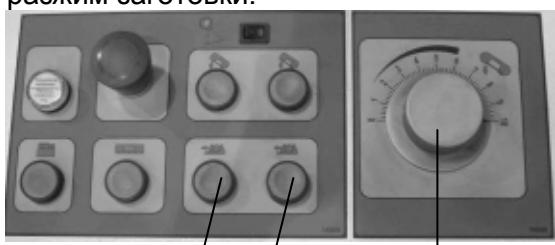

Рис.19 А В С
Пильная рама поднимается и опускается с помощью гидроцилиндра. Скорость опускания пильной рамы регулируется с помощью рукоятки (C), Рис.19. Поворачивая рукоятку (C) против часовой стрелки скорость опускания уменьшается. Поворачивая рукоятку (C) по часовой стрелке скорость опускания увеличивается.